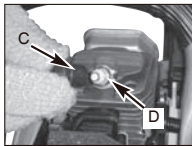

Fig. 18B
3. Desconecte el conector de cables (C) de la bujía (D) tirando y girando al mismo tiempo (Fig. 18B).